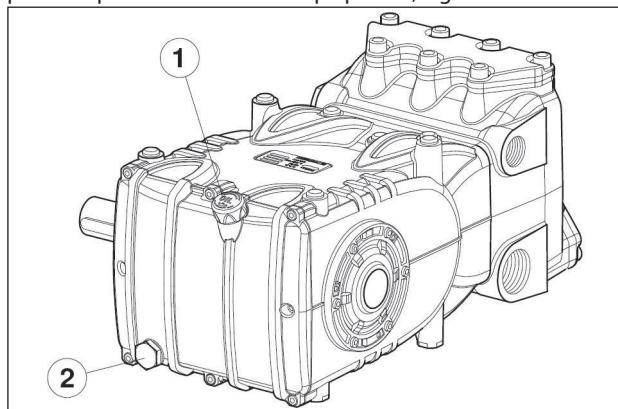

Fig. 1
Para retirar o óleo, deve remover: a vareta do nível do óleo pos. ① e posteriormente a tampa pos. ②, Fig. 1.